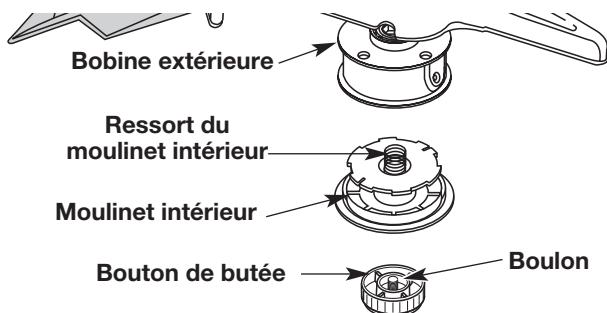

Fig. 31
1. Tenez la bobine extérieure d'une main et dévissez le bouton de butée vers à droite (Fig. 31). Inspectez le boulon à l'intérieur du bouton de butée pour vous assurer qu'il se déplace librement. Remplacez le bouton de butée s'il est endommagé.
2. Retirez le moulinet intérieur de la bobine extérieure (Fig. 31).
3. Retirez le ressort du moulinet (Fig. 31).
- Tenez la bobine extérieure d'une main et dévissez le bouton de butée vers à droite (Fig. 31). Inspectez le boulon à l'intérieur du bouton de butée pour vous assurer qu'il se déplace librement. Remplacez le bouton de butée s'il est endommagé.
- Retirez l'ancien moulinet intérieur de la bobine extérieure (Fig. 31).
- Retirez le ressort de l'ancien moulinet intérieur (Fig. 31).